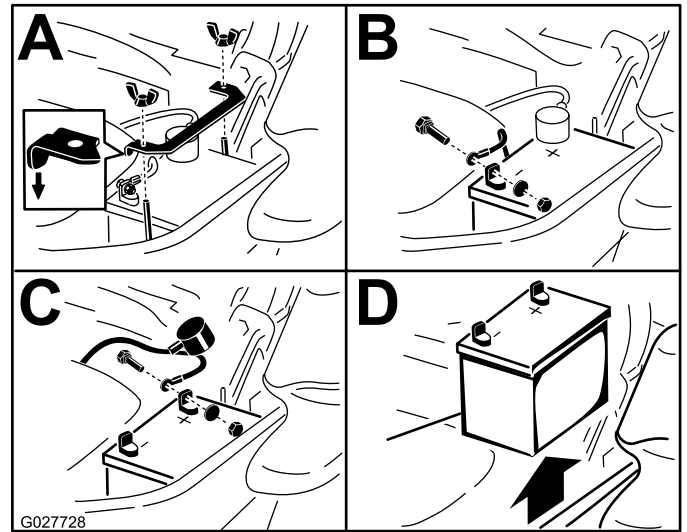

Bild 62
3. Klemmen Sie zunächst das Minuskabel (schwarz) vom Minuspol (-) (schwarz) der Batterie ab (Bild 62).
4. Schieben Sie die rote Polkappe vom Pluspol (rot) der Batterie ab, und klemmen Sie das Pluskabel (+) (rot) ab (Bild 62).
5. Nehmen Sie die Flügelmutter ab, mit denen die Batterieklemme befestigt ist (Bild 62).
6. Nehmen Sie die Klemme ab (Bild 62).
1. Legen Sie die Batterie in den Ständer, sodass die Klemmen auf der anderen Seite des Hydraulikbehälters sind (Bild 62).
4. Befestigen Sie die Kabel mit zwei Schrauben, zwei Scheiben und zwei Sicherungsmuttern (Bild 62).
6. Setzen Sie die Klemme auf und befestigen Sie sie mit der Flügelmutter (Bild 62).